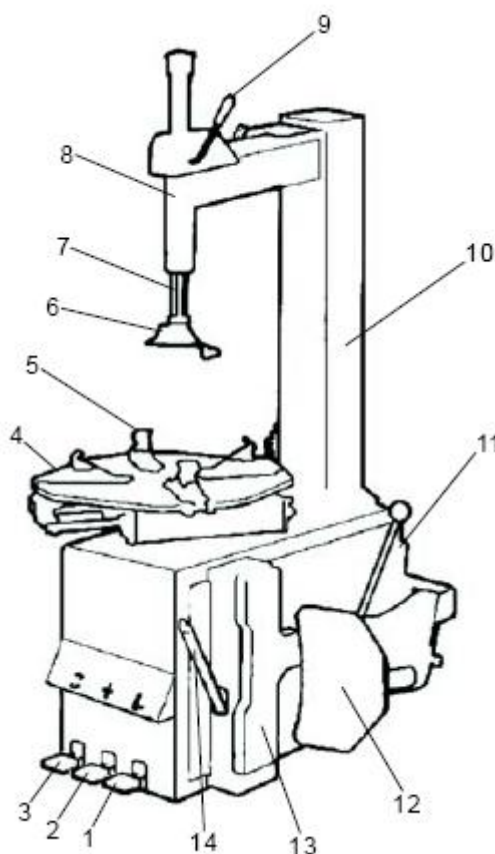

Рис.2
- 2) Нажмите педаль вращения стола (3, рис.2). Монтажный стол должен вращаться по часовой стрелке. Поднимите педаль. Стол должен вращаться против часовой стрелки.
- 3) Нажмите педаль отжима покрывки (1, рис.2) до срабатывания лопаты отжима. При отпускании педали она должна вернуться в исходное положение.
- 4) Нажмите педаль зажима кулачков (2, рис.2) для разведения кулачков. При повторном нажатии на педаль кулачки сходятся.
- 3) Установите колесо на монтажный стол (4, рис.2).
Поместите четыре кулачка (5, рис.2) в положение, отмеченное маркировкой на столике, выжимая до половины вниз педаль зажима (2, рис.2).
5) Опустите штангу (7, рис.2), пока монтажная головка (6, рис.2) не окажется рядом с ободом над колесом. При помощи блокировки зафиксируйте положение штанги.
7) Поднимите закраину покрышки на носик монтажной головки. Для этого вставьте монтажную лопатку между закраиной шины и носиком монтажной головки, затем приподнимите педаль вращения стола (3, рис.2).
9) Удерживая монтажную лопатку (14, рис.2) в нужном положении, вращайте стол по часовой стрелке, полностью выжав педаль вращения стола. Продолжайте, пока шина полностью не отделится от обода.
3) Зафиксируйте обод колеса при помощи внутренних частей кулачков (5, рис.2).
4) **ПРИМЕЧАНИЕ:** если вы работаете с ободами одного и того же размера, нет необходимости постоянно фиксировать и освобождать штангу. Вместо этого сдвиньте в сторону плечо (8, рис.2) с зафиксированной штангой (7, рис.2).